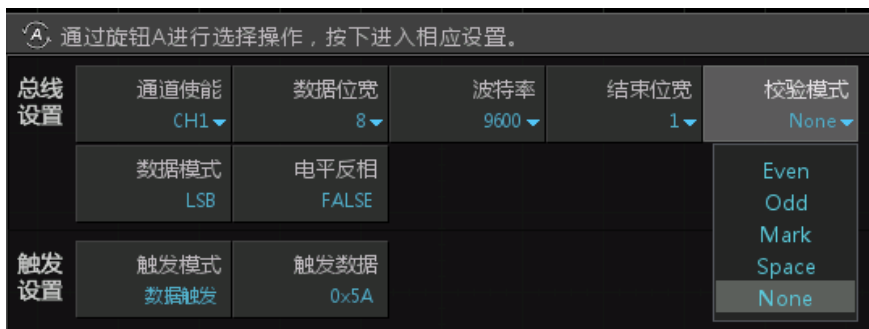

图 15.34 解码协议参数
- 5、用户按下【协议参数】软键，旋转旋钮 A 可选中参数，短按旋钮 A 可以对协议参数进行设置，其中包括总线设置与触发设置，如图 15.34 所示。